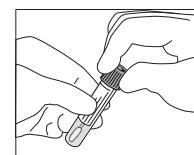

Fig. 3
5. Replacer le bouchon sur le tube et bien le fermer (Fig. 3).